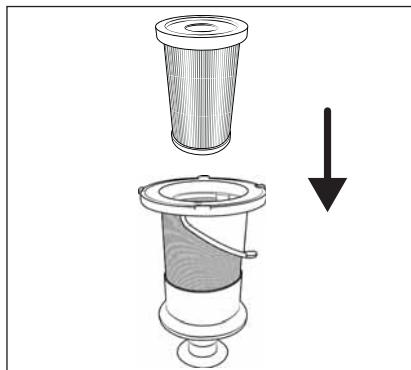

Fig. 22
**① Indicación:**
- No gire el filtro de acero inoxidable ⑤ mientras lo inserta en el depósito de polvo ⑥. Observe también las dos marcas de puntos en el filtro de acero inoxidable ⑤ y en el depósito de polvo ⑥ para colocar bien el filtro de acero inoxidable ⑤.
- 7) Inserte el filtro HEPA ④ en el filtro de acero inoxidable ⑤ (consulte la fig. 22).